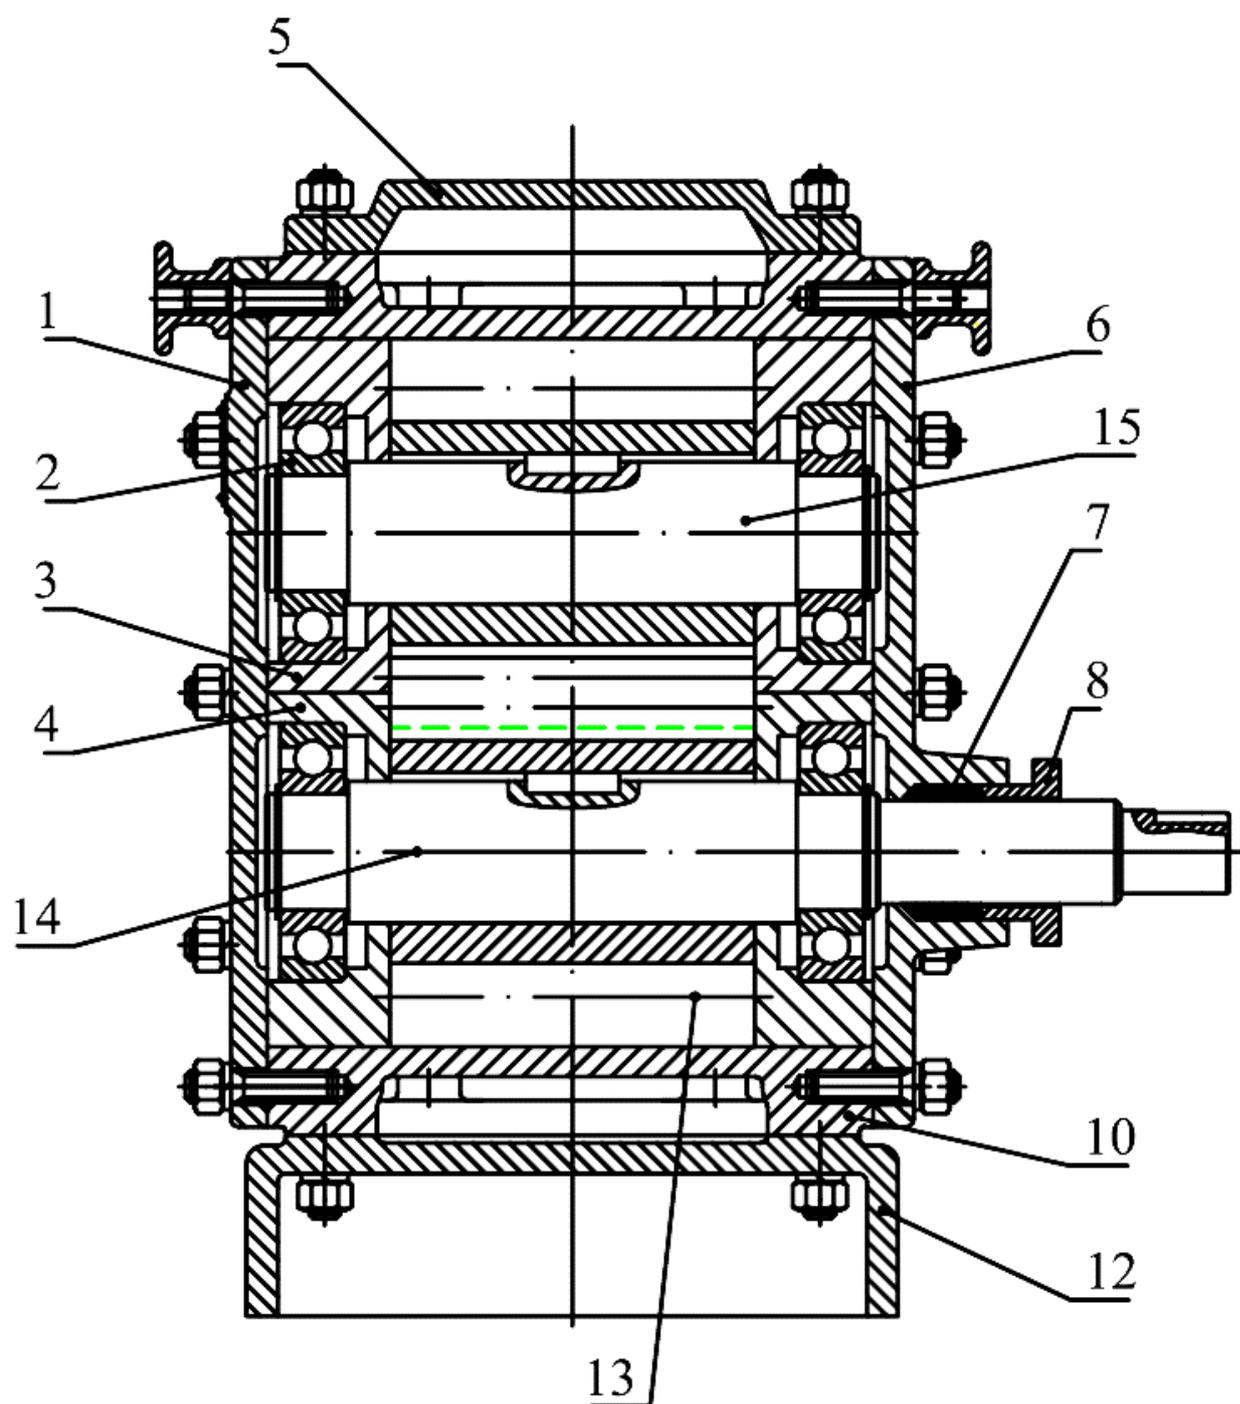

Рис. 3. Насос битумный ДС-125:
Битумный насос ДС-125 (рис.3) состоит из чугунного корпуса 10, в котором имеется рубашка для обогрева. В корпусе расположены шестерни 13, вал 14 и ось 15, опирающиеся на шарикоподшипники 2. Рубашка обогрева насоса сверху закрыта крышкой 5, снизу - основанием 12, в которой имеются отверстия для подвода и отвода жидкого или паробразного теплоносителя.
8.4. Порядок разборки и сборки насоса (рис. 3)